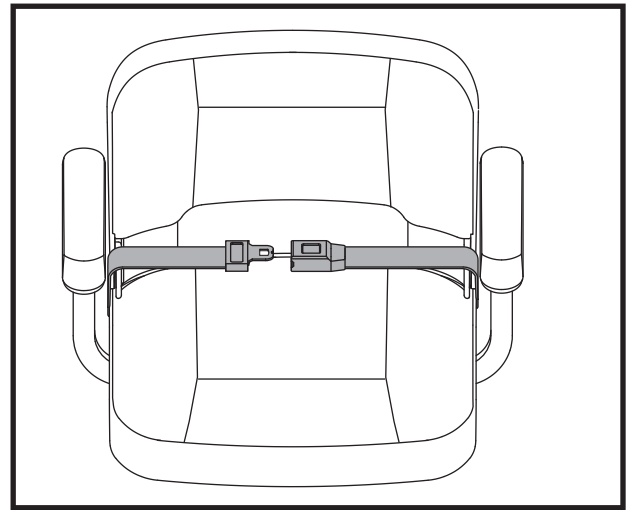

Figure 26. Ceinture de positionnement–De type attache in métal
1. Insérez l'onglet de la ceinture côté droit dans la boucle de ceinture côté gauche jusqu'à ce que vous entendiez le "clic". **Voir la figure 26.**